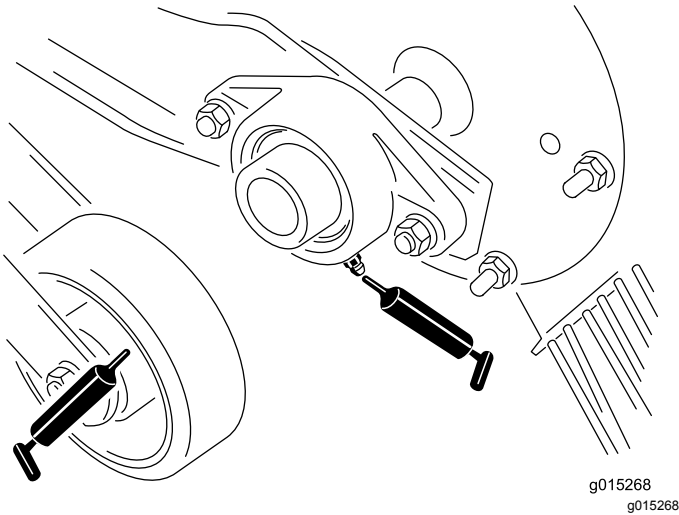
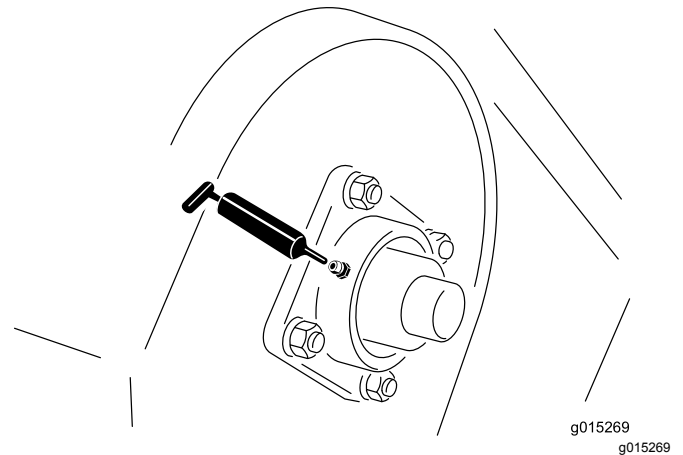
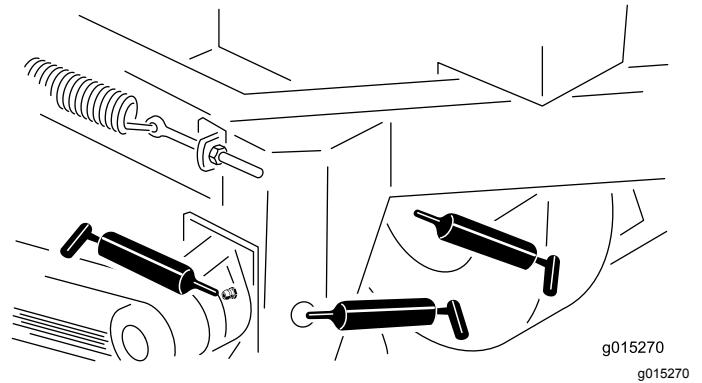

Bild 11
Bild 12
Bild 13
2. Pumpen Sie Fett in die Lager und Büchsen (Bild 11, Bild 12 und Bild 13).